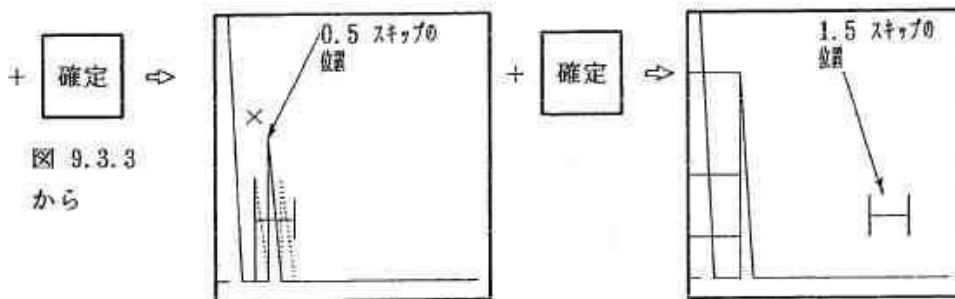

図 9.3.4-1 0.5 スキップまでのLMH線の作成と1.5 スキップの指示
- ④ 選択キー [F 2] を1回押します。続いて確定キーを1回押します。この操作を行うと、表示器の探傷図形中に初期ステップに相当する位置（ここでの説明では標準試験片 STB-A2 のφ4×4を使用しているのので、0.5 スキップ点に相当する位置となる。図 9.3.4-1参照）にゲートマーカーが現れると共に、メニューエリアには、図 3.3.3 に示すように [F 1 終了] のメニューが表示されます。
- ⑤ $\phi 4 \times 4$ 反射源のエコーがゲートマーカ内に現れ、そのエコーの高さが最も高くなるように探触子を走査します。ゲート内の最も高いエコーのピークに [X] が追従します。最もエコーの高さが高くなった時点で探触子を固定し確定キーを1回押します。この操作によって、このエコーの高さは自動的に縦軸目盛の80% に設定されると共に、時間軸の [0] 点から、入力された0.5 スキップまでのLMH線が図 9.3.4-1の示したように描かれます。